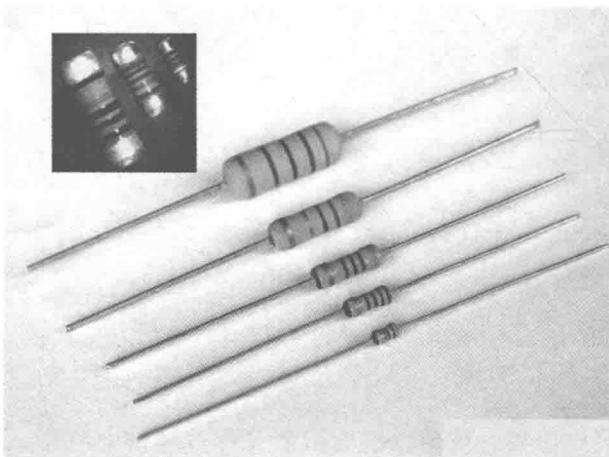

图 1-2 金属膜电阻器
(2) 金属膜电阻器。金属膜电阻器(见图1-2)是膜式电阻器(Film Resistors)中的一种，采用高温真空镀膜技术将镍铬或类似的合金紧附在瓷棒表面形成皮膜，着膜于白瓷棒表面，经过切割调试阻值，以达到最终要求的精密阻值，然后加以适当的接头切割，并在其表面涂上环氧树脂密封保护而成。金属膜电阻器提供广泛的阻值范围，有着精密阻值，公差范围小的特性，主要应用在对电阻阻值要求较高的场合。